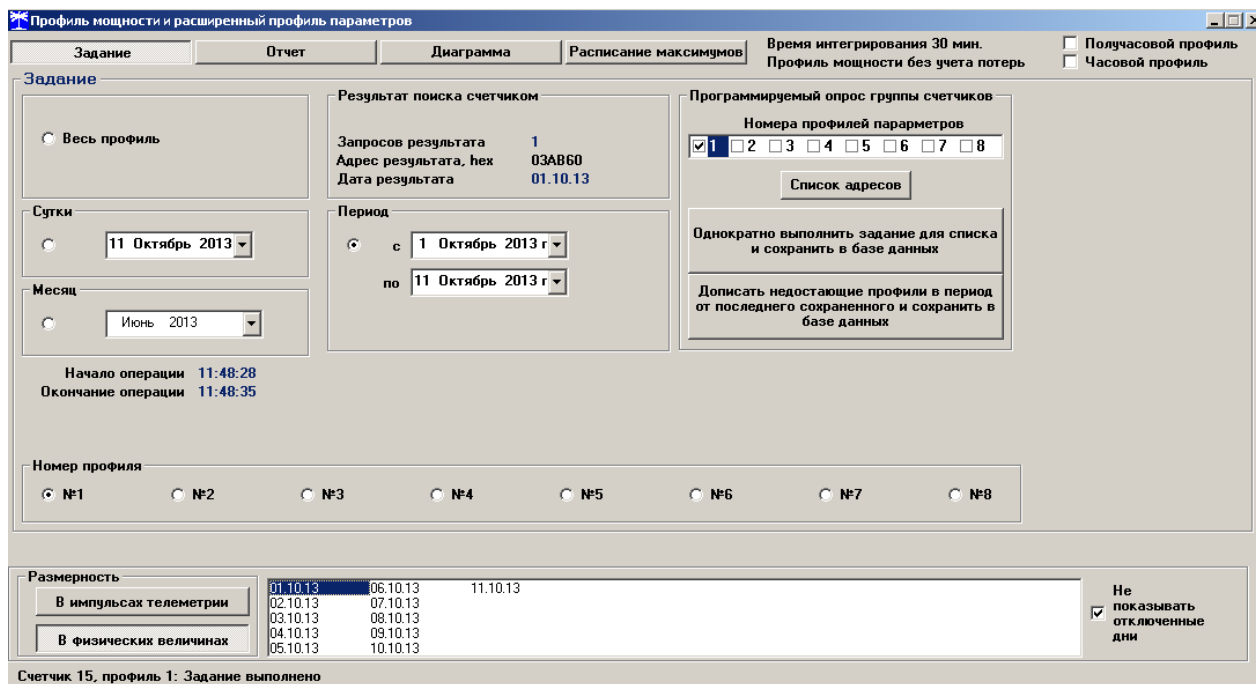

Рисунок 17 – Форма «Профиль мощности и расширенный профиль параметров» вкладка «Задание»
- календарные сутки, за которые прочитан профиль (нижнее окно, рисунок 17);